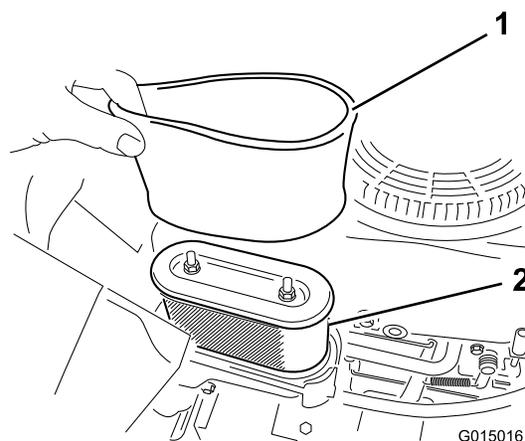

Figure 23
6. Retirez délicatement les éléments en mousse et en papier du boîtier du filtre à air (Figure 23).
5. Placez les languettes du couvercle du filtre à air en face des fentes du carter de ventilateur (Figure 23).